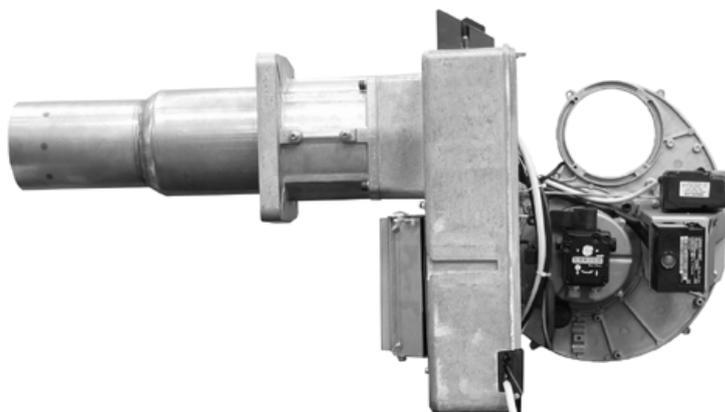

Fig. 46
- Agganciare la piastra componenti come mostrato in Fig. 46.
- Rimontare la testa di combustione e fissare le 4 viti **V1 - V4** (Fig. 46).